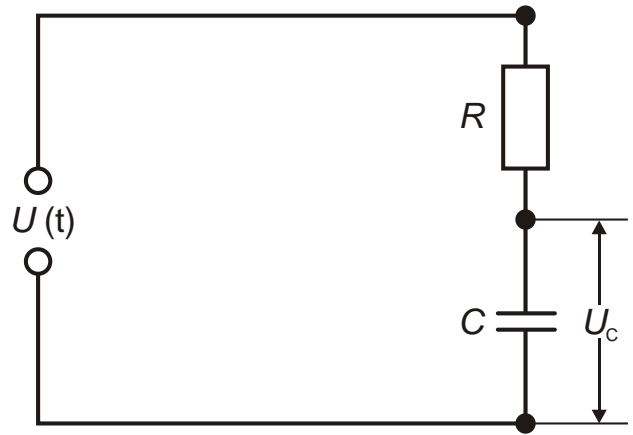

Fig. 3: Esquema de ligação.
- Realizar a ligação na placa de encaixe conforme Fig. 3.